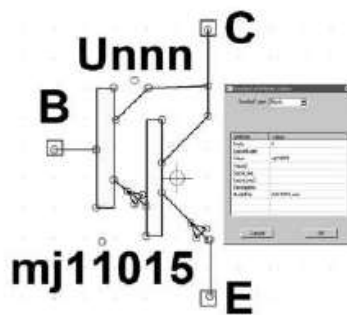

Figure 12.7
4. Il ne reste plus qu'à effacer le rectangle du symbole automatique maintenant inutile et à vérifier les attributs de notre nouveau symbole, figure 12.7.